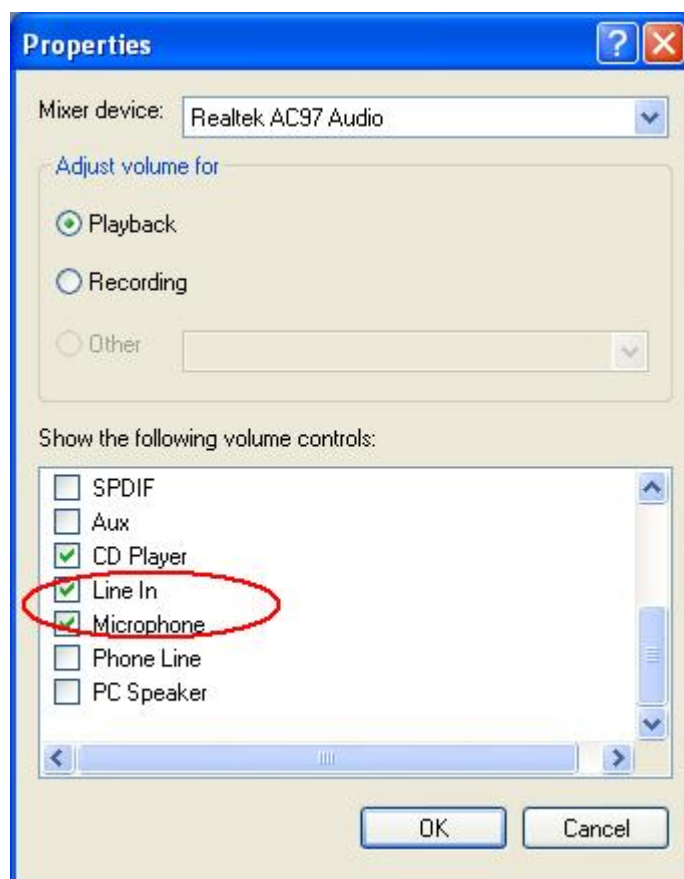

Figura 4-6 Propriedades
c) Se o controle de volume do microfone e/ou da entrada traseira não estiver(em) sendo exibido(s) no menu Controle de volume, clique em **Opções > Propriedades**, marque **Entrada traseira** e **Microfone**, conforme demonstrado na figura 4-6 e clique em **OK**: